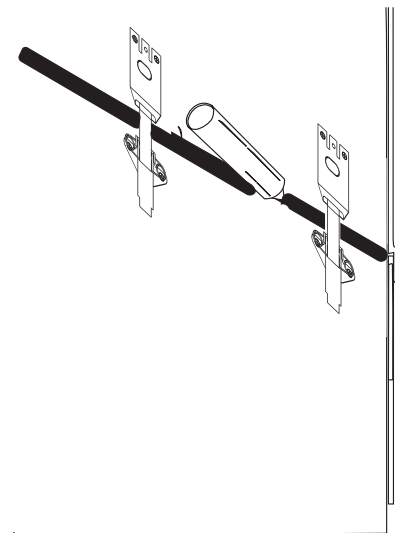

FIGURE 3
- Quand l'unité s'est assurément assemblée, une perle de mildew caulking de silicone de salle de bains résistant doit être appliqué au côté postérieur de la jointure pour former une barrière d'humidité. (Voir la Figure 3).